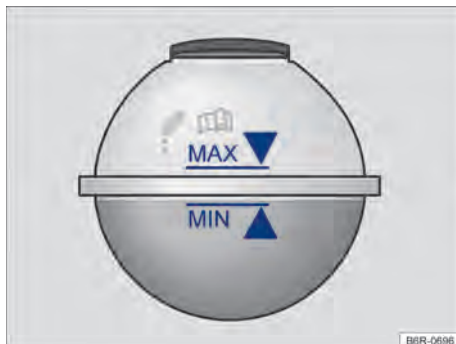

Fig. 132 No compartimento do motor: marcação no reservatório de expansão do líquido de arrefecimento do motor.
- O reservatório do líquido de arrefecimento do motor é reconhecido pelo símbolo  na tampa \Rightarrow Fig. 132.
- Com o motor frio, verificar o nível do líquido de arrefecimento do motor pela marcação lateral do reservatório \Rightarrow Fig. 132.
- O nível do líquido de arrefecimento do motor deve permanecer dentro da marcação do reservatório \Rightarrow Fig. 132. **Não completar acima da marca "MAX"** \Rightarrow .
- Completar com líquido de arrefecimento do motor somente até a marca “MAX” ⇒ Fig. 132. Caso contrário, ao aquecer-se, o líquido excedente será expulso do sistema de arrefecimento do motor e poderá causar danos.